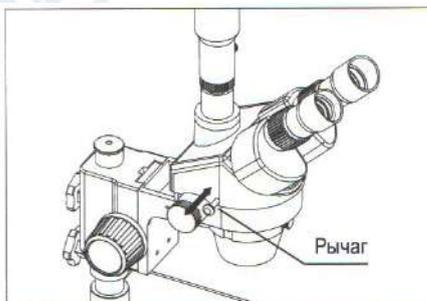

Рисунок 7
1. Передвигая рычаг внутрь и изнутри, смотрите в оба окуляра и переключайте камеру. Съёмка производится, когда рычаг выходит наружу. При вводе рычага внутрь можно осуществлять наблюдение через оба окуляра. Вне зависимости от выбора светового потока, рычаг должен находиться в одном из предельных положений (см. рисунок 7).